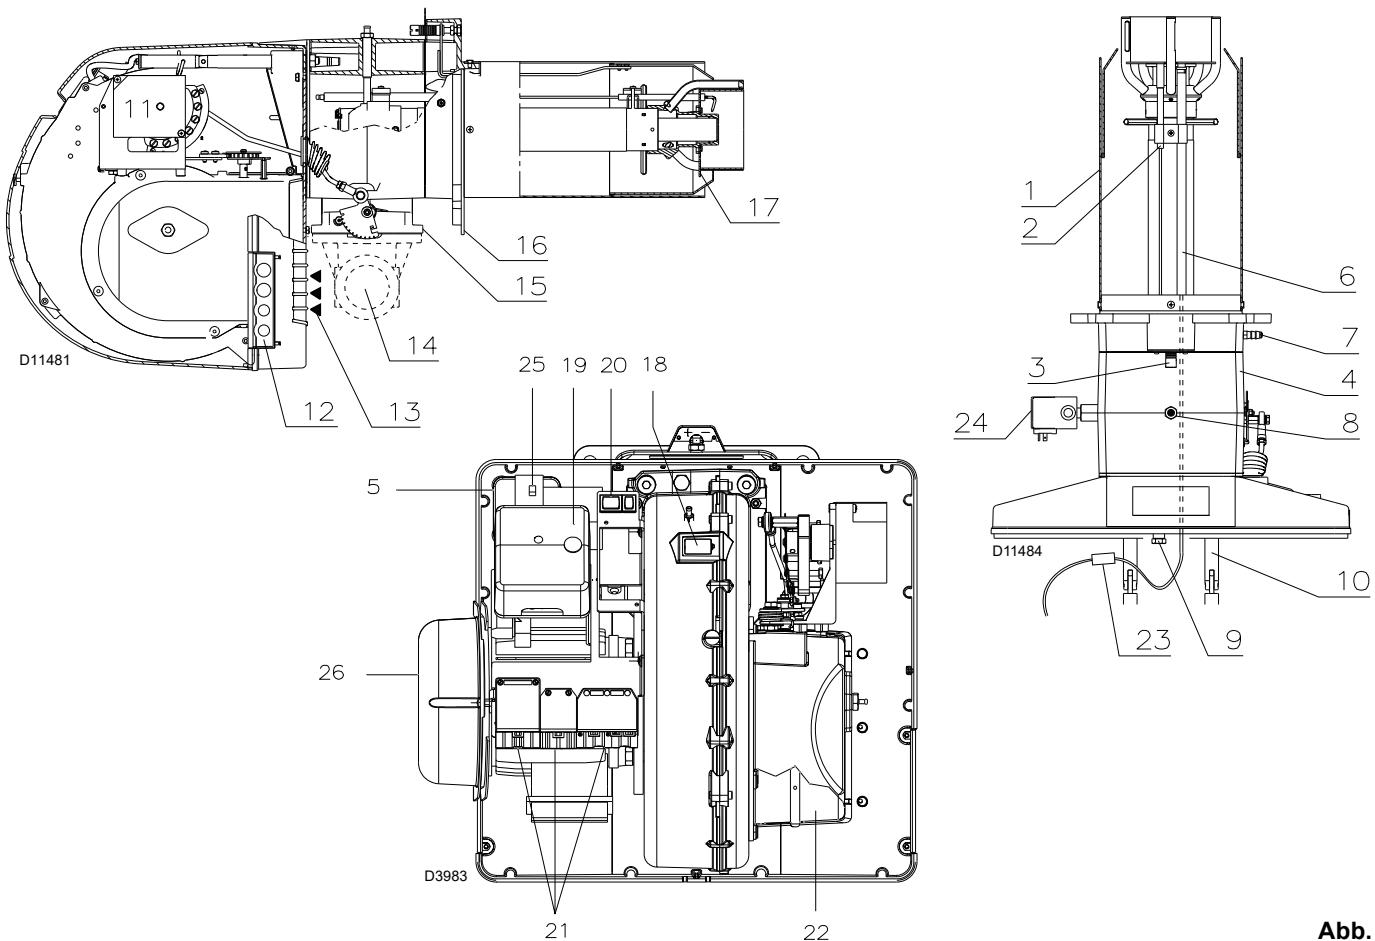

Abb. 5
(1) Referenzbedingungen: Raumtemperatur 20 °C - Gastemperatur 15 °C - Barometrischer Druck 1013 mbar - Höhe 0 m ü.d.M.
(2) Druck am Anschluss 5)(Abb. 5) bei Druck Null in Brennkammer und bei Höchstleistung des Brenners.
(3) Schalldruck gemessen im Verbrennungslabor des Herstellers bei laufendem Brenner am Prüfkessel, bei Höchstleistung. Die Schalleistung wird mit der von der Norm EN 15036 vorgesehenen "Free Field" Methode und mit einer Messgenauigkeit "Accuracy: Category 3", wie von der Norm EN ISO 3746 vorgesehen, gemessen.
Das Aufleuchten des Druckknopfes des Gerätes 19(Abb. 5) weist auf eine Störabschaltung des Brenners hin.
Dreiphasige Stromversorgung, zur Entriegelung den Knopf des Thermorelais 25 drücken (Abb. 5).